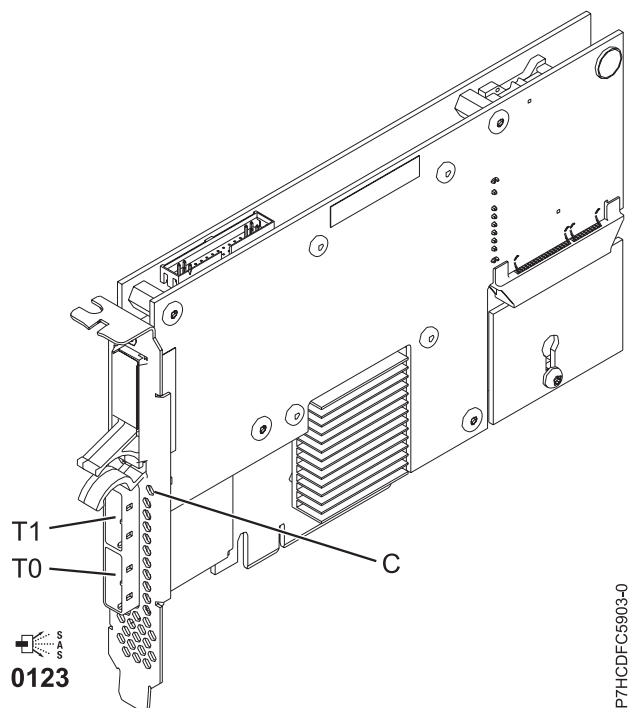

Figura 39. Adaptador SAS RAID PCIe Dual - x4 de 3 Gb
El dispositiu 5805 conté un LED ((C) a Figura 39 a la pàgina 114) que parpelleja si hi ha dades de la memòria cau. El LED de dades de la memòria cau parpelleja quan és possible que hi hagi dades a la memòria cau de l'adaptador. Si el LED de dades de la memòria cau parpelleja, no substituïu el paquet de bateries de la memòria cau. Si se substitueix quan el LED parpelleja, es perdran les dades de la memòria cau. Consulteu Figura 39 a la pàgina 114 per localitzar el LED de dades de la memòria cau en aquest adaptador.